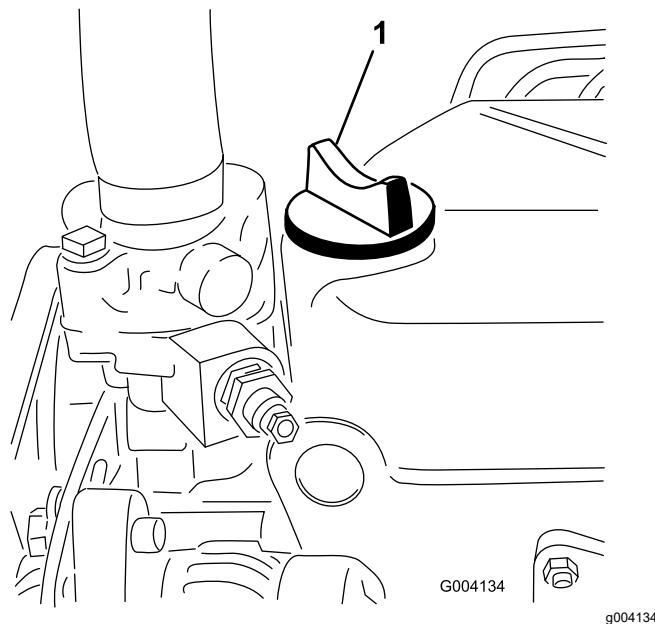

Figura 24
5. Se il livello dell'olio non raggiunge il segno di pieno, togliete il tappo di riempimento (Figura 24) e rabboccate con olio fino a portarlo al segno Full sull'asta di livello. **Non riempite troppo..**